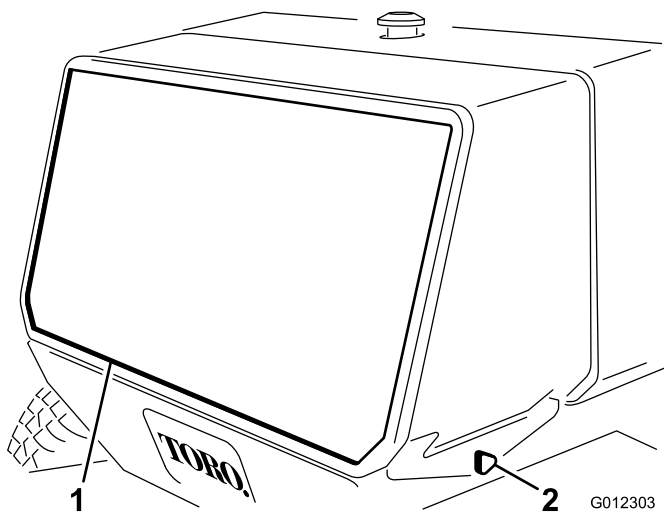

Figura 29
1. Rimuovete le manopole che fissano lo schermo posteriore al telaio (Figura 29). Rimuovete la griglia.